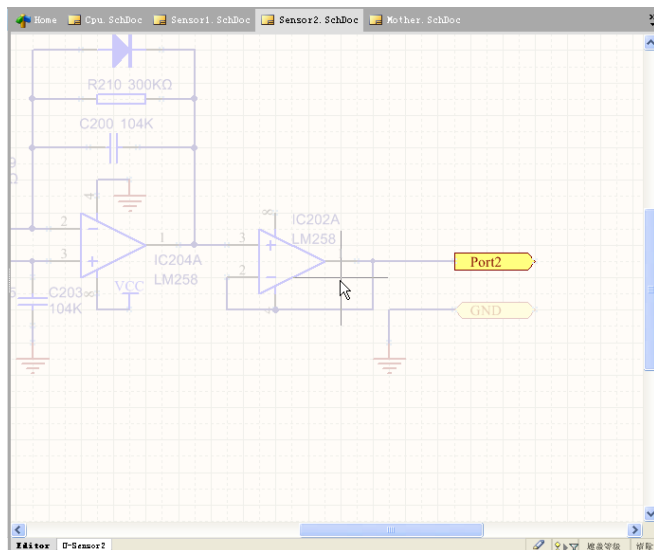

图 5-18 切换到相应子原理图
Step4 单击该电路端口,子原理图“Sensor2.SchDoc”就出现在编辑窗口中,并且具有相同名称的输出端口“Port2”处于高亮显示状态,如图 5-18 所示。